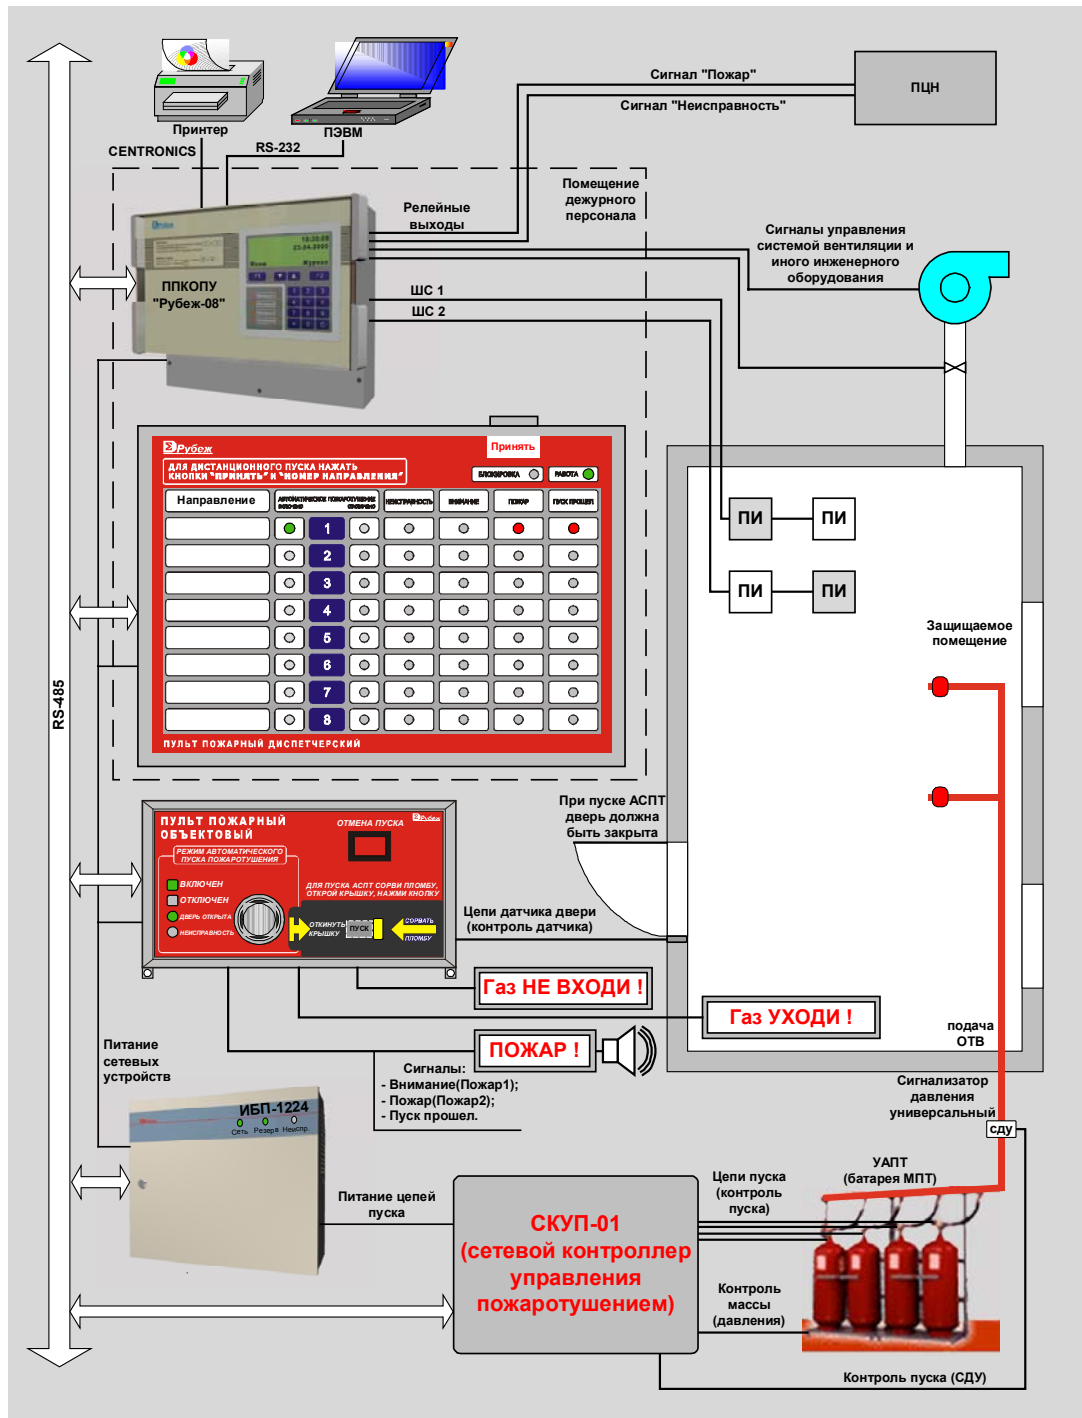
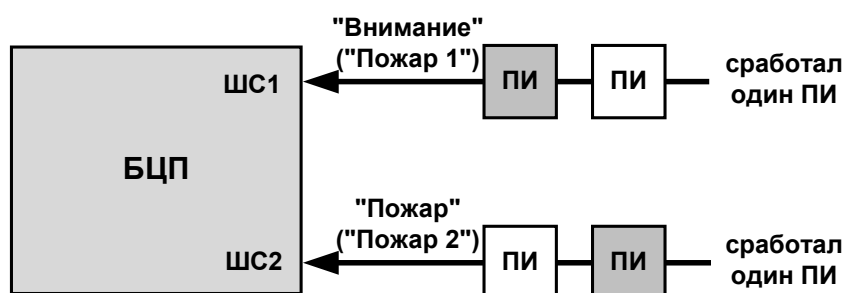
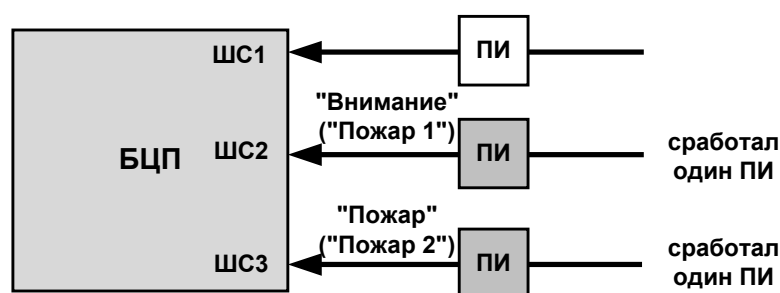

Рис. 1 Состав АСПТ
Рис. 3 Два ШС (серым цветом показаны сработавшие ПИ)
Рис. 4 Три ШС (серым цветом показаны сработавшие ПИ)
В соответствии с действующими нормами пожарной безопасности автоматическая система пожаротушения должна реализовывать следующие основные функции (см. Рис. 1) :
В состав АСПТ входят следующие устройства (см. Рис. 1):
- блок индикации состояний БИС-01 (индикация состояний исполнительных устройств инженерного оборудования, на Рис. 1 не показан)
- резервные МП и трубопроводы (на Рис. 1 не показаны).
В зависимости от принятой на стадии проектирования стратегии пожаротушения в предлагаемой АСПТ возможны следующие варианты формирования сигналов “Внимание” и “Пожар”(см. Рис. 3, Рис. 4) – с использованием двух и трех ШС.
Далее приведено описание работы АСПТ при использовании двух ШС (Рис. 3) и использовании устройств минимального состава (Рис. 1).
При срабатывании одного ПИ в любом из подключенных ШС (например дымовой пожарной извещатель ШС1, Рис. 3) БЦП формирует сигнал “Внимание” и выдает соответствующую команду ППО-01 и ППД-01.
При получении сигнала ПИ второго ШС (например тепловой пожарной извещатель ШС2, Рис. 3) БЦП, находясь в режиме автоматического пус-